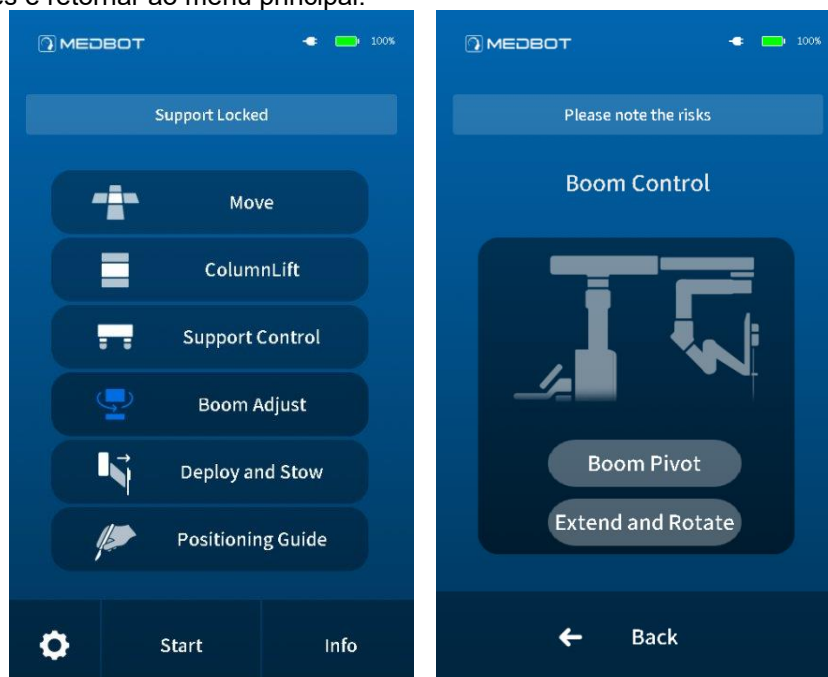

Figura 9.6. Menu principal da tela de toque do menu de ajuste do ombro
e) Conforme mostrado na Figura 9.6, clique no botão “*Boom Adjust*” para ajuste da suspensão e o sistema saltará para a interface “*Boom Adjust*” de controle do ombro. Uma pessoa segura a suspensão principal ou o braço de ajuste ou o braço de instrumentos manualmente, enquanto outra pessoa clica no botão “*Boom Pivot*” e ajusta manualmente a placa superior da suspensão principal na configuração apropriada e, em seguida, clica no botão “*Boom Pivot*” novamente para concluir o ajuste da suspensão principal; uma pessoa segura a articulação de rotação e *Extend and Rotate* extensão do ombro, enquanto outra pessoa clica no botão “” e ajusta manualmente na configuração apropriada e, em seguida, clica no botão “*Extend and Rotate*” novamente para concluir o ajuste do ombro. Clique em “*Back*” após as operações relevantes serem concluídas para finalizar todos os ajustes e retornar ao menu principal.